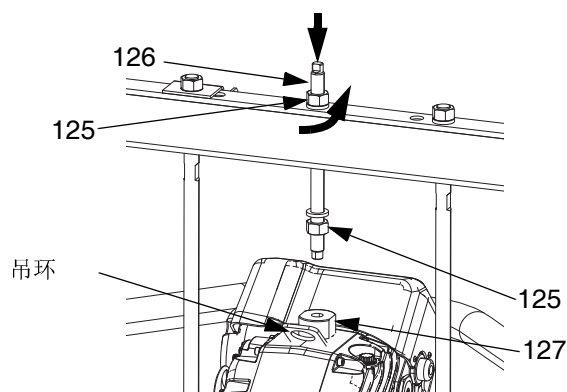

图 41: 55 加仑压盘
5. 断开连接驱动器 (AB):
- 将安全起重机安装到驱动器吊环上。松开横杠下面的螺母 (125)。
- 用一把扳手夹住吊环转换接头 (127) 不动，并用另一把扳手松开横杠上方的螺杆 (126)。参见图 41。